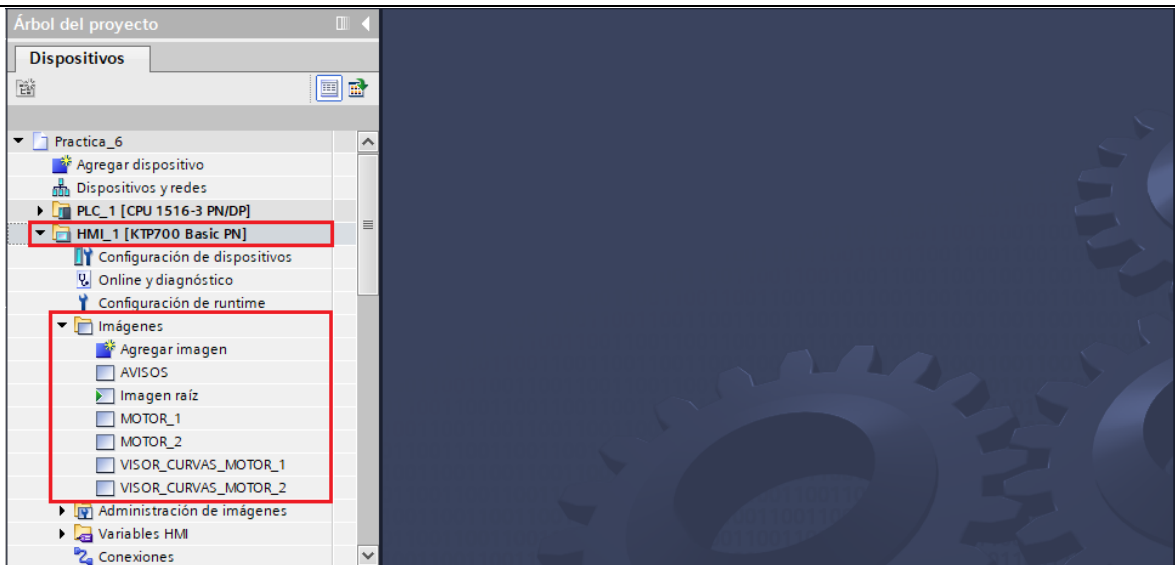

Figura 33. Agregar imágenes para control de los motores.
(1) Para iniciar con la configuración, se deben agregar cuatro imágenes, en las cuales se va a configurar el control de los dos variadores de frecuencia, para ello primero se debe dirigir a **“HMI_1 [KTP700 Basic PN]” / “Imágenes”**.
- Se debe agregar cinco imágenes que se denominará **“AVISOS”**, **“MOTOR_1”**, **“MOTOR_2”**, **“VISOR_CURVAS_MOTOR_1”**, **“VISOR_CURVAS_MOTOR_2”** (ver Figura 33).